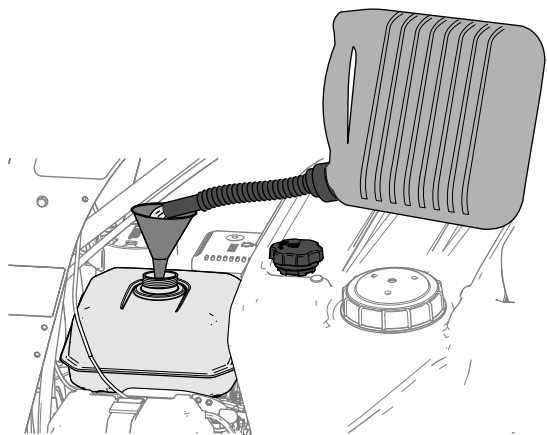

Figura 16
3. Limpie alrededor del tapón del depósito de combustible y retírelo (Figura 16).
4. Llène el depósito con combustible (Figura 16) hasta que el nivel esté a 6 mm – 13 mm (¼" a ½") de la parte superior del depósito. **No deje**